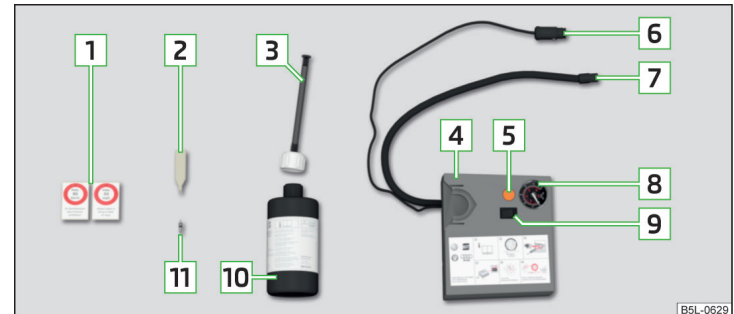

Abb. 164 Pannensetbeschreibung
- Den Ventileinsatzdreher **2** » **Abb. 164 auf Seite 147** auf den Ventileinsatz stecken, sodass der Ventileinsatz in den Schlitz des Ventileinsatzdrehers passt.
- Die Flasche **10** » **Abb. 164 auf Seite 147** einige Male kräftig hin und her schütteln.
- Den Reifenfüllschlauch **7** » **Abb. 164 auf Seite 147** fest auf das Reifenventil schrauben.
- Den entsprechenden Aufkleber **1** » **Abb. 164 auf Seite 147** auf die Schalttafel im Sichtfeld des Fahrers kleben.